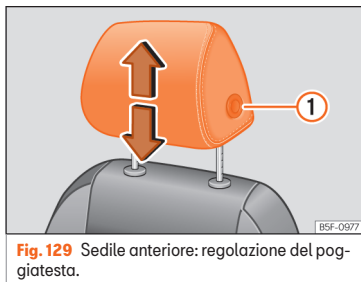
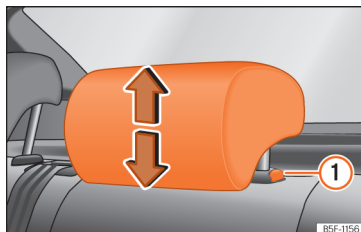

Fig. 129 Sedile anteriore: regolazione del poggiatesta.
Fig. 130 Poggiatesta posteriore: regolazione del poggiatesta.
- Afferrare il poggiatesta ai lati con entrambe le mani e spingerlo verso l'alto fino a fissarlo nella posizione desiderata. Per abbassarlo, agire analogamente, premendo il tasto laterale ① » » fig. 129 » » fig. 130.
- Premere il pulsante laterale » » fig. 129 ① e rimuovere il poggiatesta.